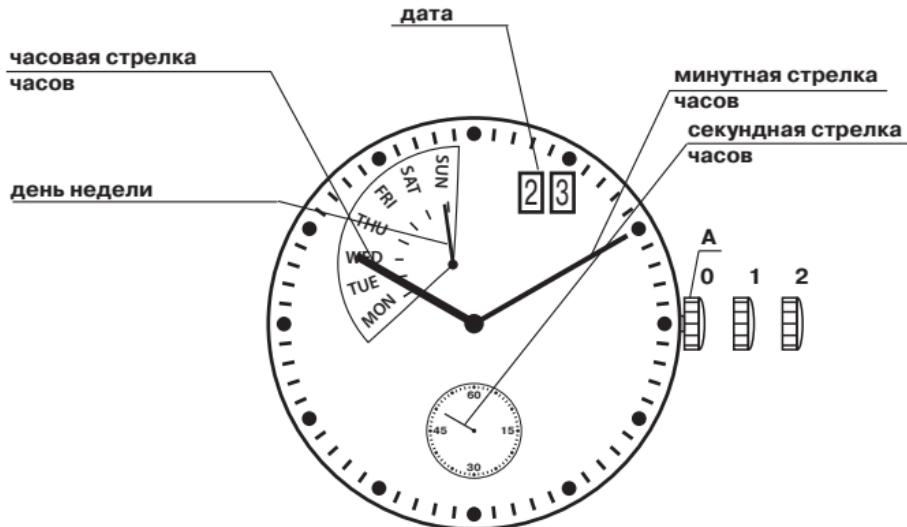

Рис. 16
- Выдвинуть заводную головку в положение 2 (здесь и далее – рис.16), секундная стрелка останавливается.